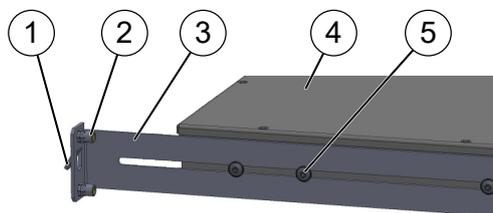

Abb. 21: Schienen montieren
10. Rechte und linke Schiene (Abb. 21/3) mithilfe der beiliegenden Schrauben (M4, Abb. 21/5) seitlich am System (Abb. 21/4) befestigen.
11. System an den Haken (Abb. 21/1) der Schienen im hinteren Bereich des Schrankes einhängen.
14. Schrauben (Abb. 21/5) für die Befestigung der Schienen fest anziehen.
15. Schienen hinten mit den beiliegenden Schrauben (M5) am Schrank befestigen. Dazu sind in den Schienen Muttern (Abb. 21/2) vorhanden.